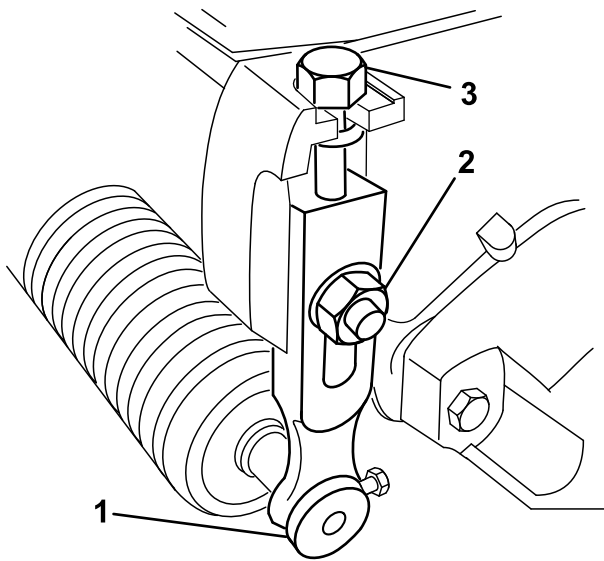

Рисунок 15
- Ослабьте контргайки, которые крепят рычаги регулировки высоты скашивания к боковым пластинам режущего блока (Рисунок 15).